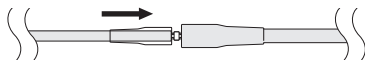

Abbildung 10. Aufschieben der Zugentlastungsmanschette über den Verbinders
9. Die durchsichtige Zugentlastungsmanschette des spinalen Segments auf den Verbinders schieben, bis die Zugentlastungsmanschette einrastet (Abbildung 10).